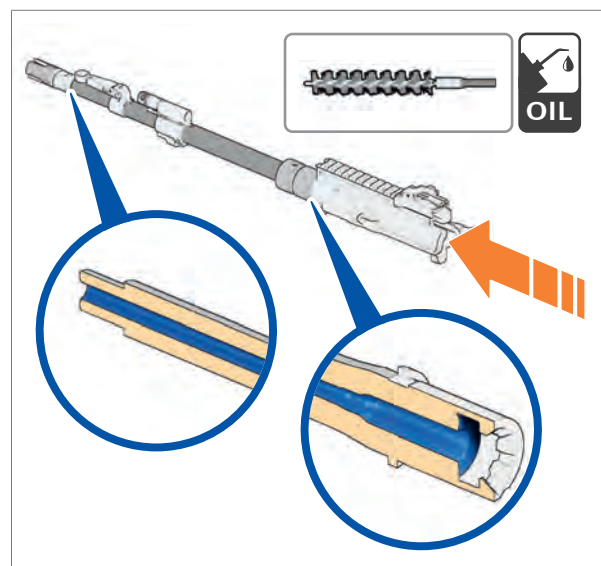

Abb. 109: Rohr innen einölen
22. Eingeeölte Ölbürste durch das Rohr ziehen um das Rohr zu konservieren (Abb. 109).